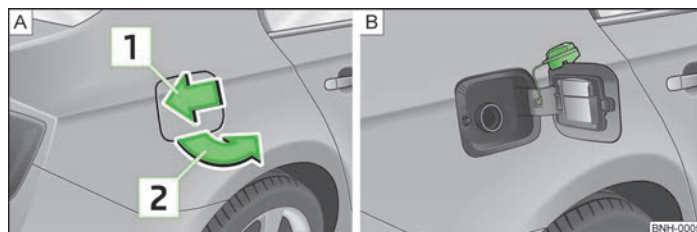

Fig. 95 Parte trasera del vehículo, lado derecho: Tapa del depósito/tapa del depósito con el tapón enroscado
En un adhesivo pegado en el lado interior de la tapa del depósito se indican el tipo adecuado de combustible para su vehículo, así como el tamaño de neumático y la presión de inflado del mismo » fig. 95 de la página 125 - [\[B\]](#).
En el lado interior de la tapa del depósito existe una rasqueta » fig. 95 de la página 125 - [\[B\]](#) para retirar la nieve y el hielo de las ventanillas y los espejos » página 121, *Cristales y espejo retrovisor*.
- Presionar la tapa del depósito en el sentido de la flecha [\[1\]](#) » fig. 95.
- Desenroscar hacia la izquierda el tapón de cierre del depósito y colocarlo desde arriba en la tapa del depósito » fig. 95 - [\[B\]](#).